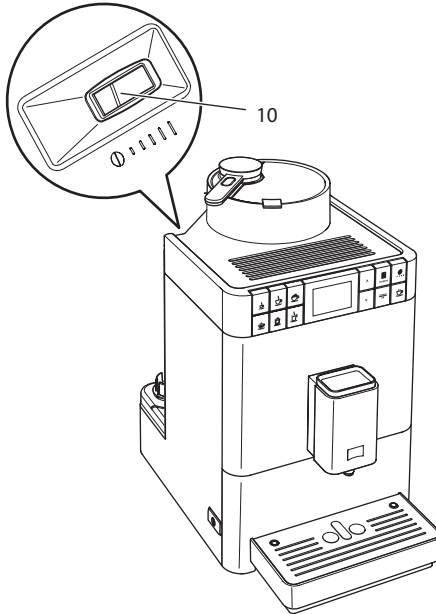

Fig. 18: Levier de réglage de la finesse de la mouture
- » Le levier « Réglage de la mouture » (10) apparaît sur le corps de l'appareil.
2. Placer le levier vers la gauche ou la droite comme illustré à la Fig. 18.